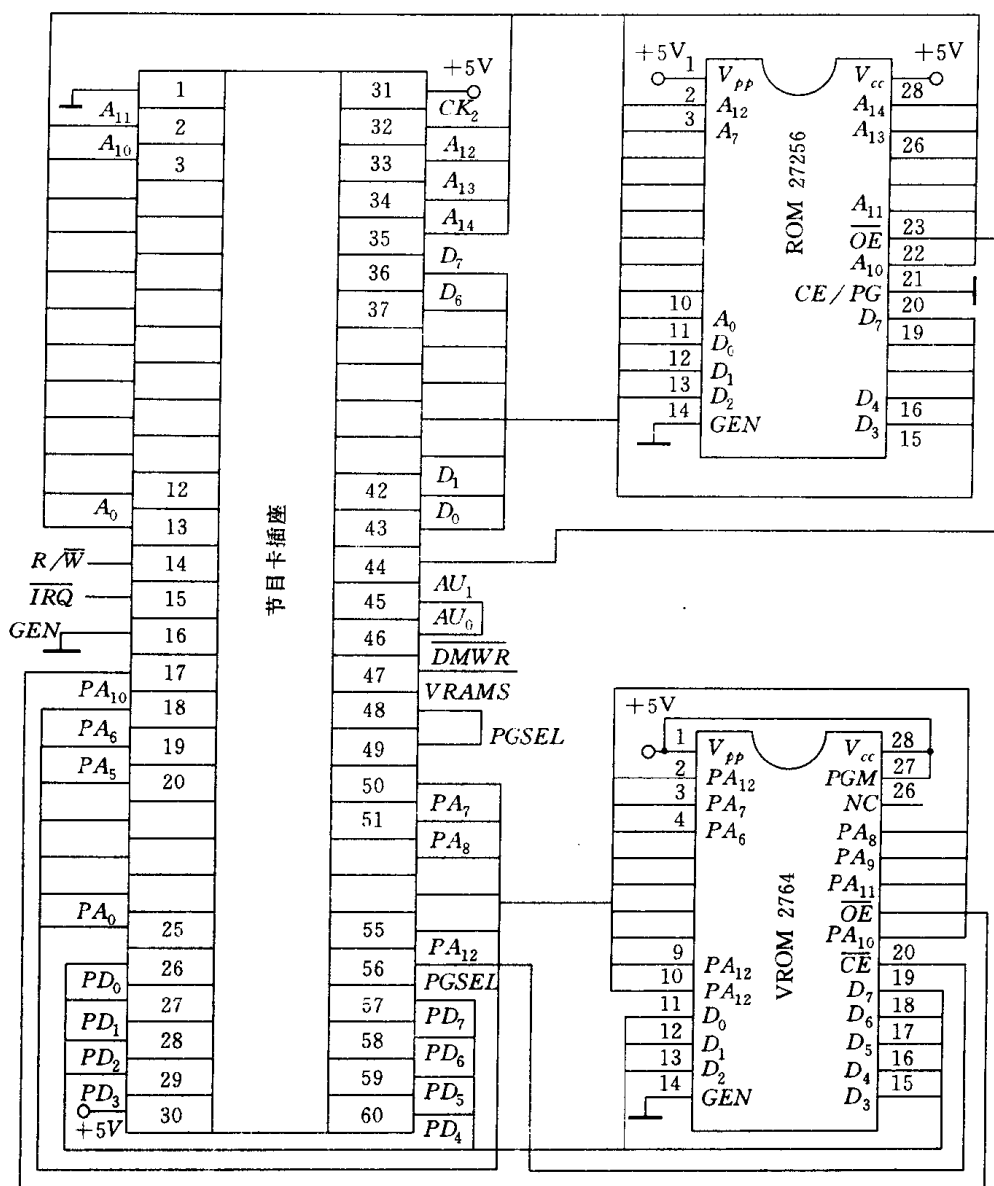

图 3.10.2 60 插座的管脚功能和节目卡电路
插座的管脚功能和节目卡电路如图 3.10.2 所示。
现将图 3.10.2 中节目卡插座各管脚功能说明如下:管脚①接地。管脚②~⑬、③③~③⑤为 A0~A14,是节目卡中 IC1(ROM)的十五根地址线。管脚⑭为 R/W 端,是 ROM 的读控制端,和 CPU 的管脚③④相连,即当 CPU 的管脚③④为 1 时,ROM 中的信息读出。管脚⑮为 $\overline{\text{IRQ}}$,是中断请求输入端,和 CPU 的③②引脚相连。管脚⑯接地。管脚⑰为 $\overline{\text{OE}}$,和 PPU 的管脚②④相连,其功能是节目卡中 IC2 VROM 芯片的片选信号,由 PPU 对 VROM 进行片选控制。管脚⑱~②⑤、⑤①~⑤⑤为 PA0~PA12,是节目卡中 IC2 VROM 的地址线,它们与 PPU 的 PA0~PA12 相连。管脚②⑥~②⑨、⑤⑦~⑤⑩为 PD0~PD7,是 IC2 VROM 的八根数据线,和 PPU 的 PD0~PD7 直连,向 PPU 输送图象信息。管脚③⑩、③⑪接 +5V 电源。管脚③⑫为 CK2。管脚③⑬~③⑭为 D0~D7,是节目卡中 IC1 ROM 的数据线接口,和 CPU 的管脚②⑦~②⑧直连,作为 ROM 向 CPU 传送数据的输送线。管脚③⑭和 CPU 中 2/4 译码器 74LS139 的 2Y3 相连,当 CPU 的管脚③⑮ RDY = 1, A15 = 1 时,2Y3 = 1,则选中节目卡中的 IC1 ROM,所以③⑭作为 ROM 的片选信号。管脚③⑮、③⑯为 AU0、AU1,在节目卡插座中互连,分别引自 CPU 的音频信号输出端①、②和射频调制器的音频输入端,两脚短接,起音频信号的开关作用。未插入节目卡时,射频调制器的音频信号断开,防止噪音。管脚③⑰为 $\overline{\text{DMWR}}$,和 PPU 的管脚③⑱ VIDEO(R/W)相连,在插座中空置。管脚③⑲、③⑳为 PGSEL、VRAMS,与 PPU 的管脚③㉑ $\overline{\text{PGSEL}}$ 相连,经反相后得到 PGSEL。VRAMS 接 VRAM6116 的③㉒脚片选 $\overline{\text{CE}}$ 端。在插座中,③⑲和③⑳互连,未插入节目卡时,由于 6116 的 $\overline{\text{CE}} = 1$,所以无图象信号输出,这样可以防止屏幕上出现杂乱的图象。管脚③㉓为 PGSEL,和 PPU 的管脚③㉔相连,作为 IC2 VROM 的片选信号。